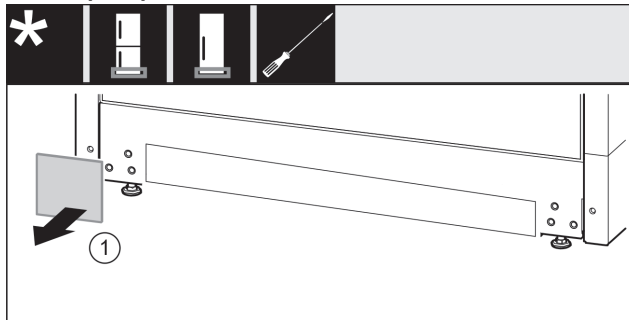

Fig. 16
- ▶ Зніміть кришку Fig. 16 (1).